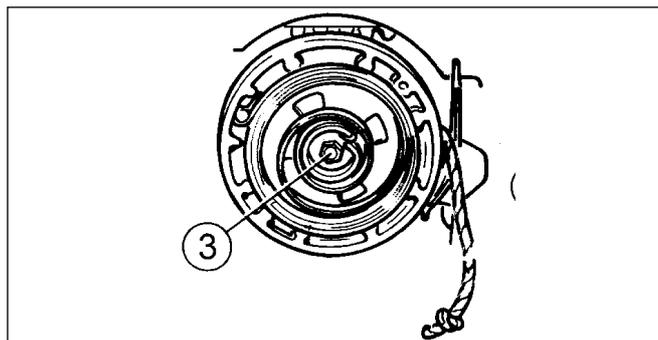

Abb. 14
- Montieren Sie den Zahnkranz auf die Seilrolle (6).
- Wickeln Sie das Zugseil auf die Seilrolle und stecken Sie Zahnkranz und Seilrolle zusammen auf die Achse des Starterhalters (11).
- Sichern Sie die zusammengebauten Teile mit dem Mitnehmer (4) und der Schraube (3) (Abb. 14)
**ANMERKUNG** – Ursprünglich wurden für (3) (Abb. 14,3) Schrauben mit Rechtsgewinde, später mit Linksgewinde verwendet. Schrauben mit Linksgewinde sind durch ein „S“ auf dem Schraubenkopf gekennzeichnet.